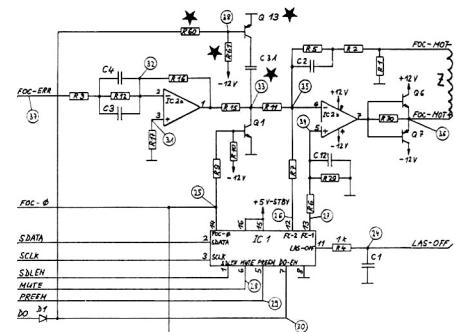

Fig. 3.3 * Entfallen bei 1.769.315
- Der Umbau von 1.769.310 auf 1.769.315 wird generell empfohlen; zu diesem Zweck braucht lediglich der Kondensator C 31 ausgeloelet zu werden(Fig. 3.3).